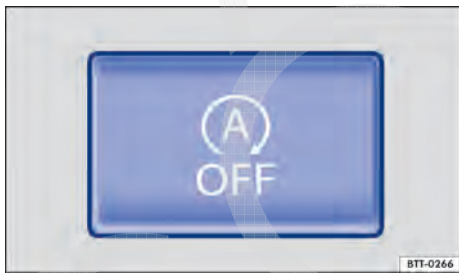

Fig. 156 No console central: botão do sistema Start-Stop.
- Pressionar o botão  no console central ⇒ Fig. 156.